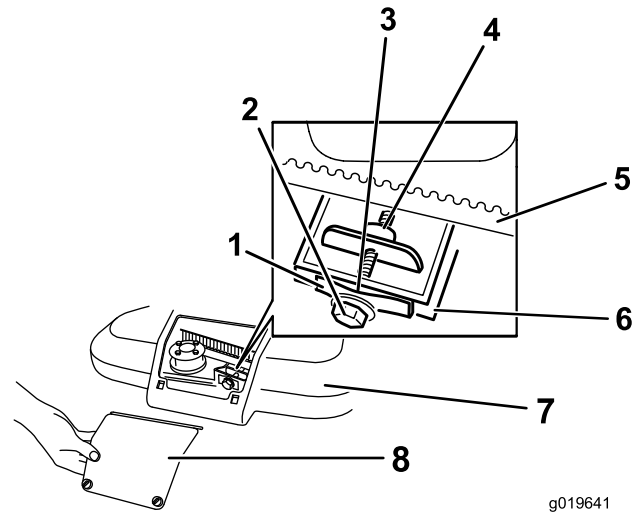

Figura 32
1. Afloje los 2 tornillos del panel de acceso a la cubierta de la correa y retire el panel (Figura 32).
Nota: Si hay un espacio visible entre la galga y el muelle, apriete el perno de ajuste y la contratuerca hasta que la galga apenas pueda deslizarse libremente por el espacio (Figura 32).